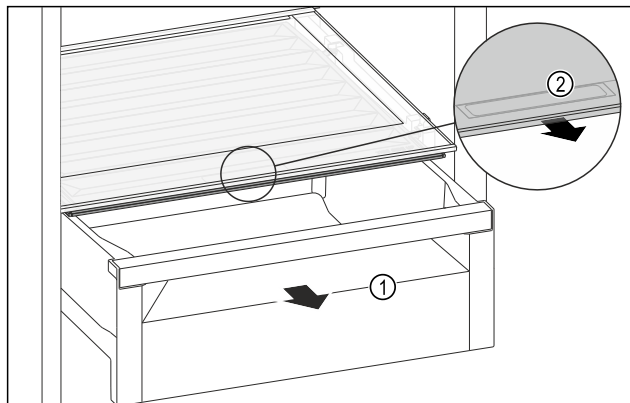

Fig. 161
- ▶ Træk skuffen Fig. 161 (1) ud.
- ▶ Tag fat i grebsforsænkningen Fig. 161 (2) i bokslåget, og træk samtidigt bokslåget frem.